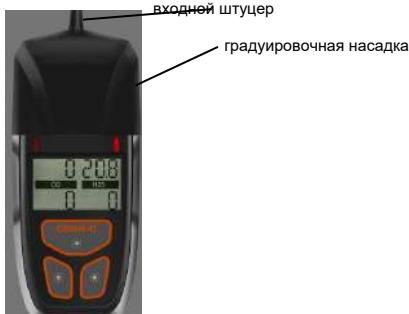

Рис. 3. Газоанализатор с градуировочной насадкой
2.3.4. Для проведения измерений в удаленных и труднодоступных местах с помощью устройства принудительной подачи пробы ПРУС-2П, установите градуировочную насадку на верхней части корпуса газоанализатора (рис. 3), соедините входной штуцер градуировочной насадки с выходом (магистраль избыточного давления) устройства принудительной подачи пробы ПРУС-2П. Поместите конец пробоотборной трубы в точку контроля и включите устройство принудительной подачи пробы.
3.3.3. Для проверки работоспособности газоанализатора соедините баллон с ПГС с градуировочной насадкой, наденьте градуировочную насадку на газоанализатор, как показано на рис. 3. Подайте ПГС на вход газоанализатора в течение 3 мин с расходом 0,3 – 0,4 л/мин. По мере нарастания показаний должна сработать сигнализация, соответствующая Порогу 1 и Порогу 2. После установления показаний зафиксируйте численное значение концентрации на индикаторе. Показания газоанализатора для измеряемого компонента должны иметь отклонения от действительного значения его концентрации в ПГС, не превышающие погрешность измерения, указанную в таблице 1.